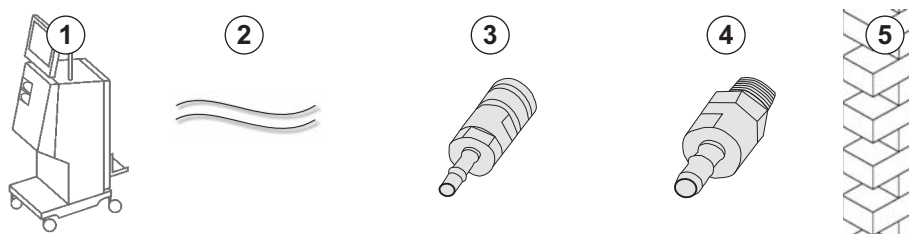

Bild 4-7 Aquaboss-kopplingar för central koncentratförsörjning
- Koncentratkoppling hona (Bild 4-7 , ③ ) (maskinsida) material 1.4529 EPDM
- Koncentratförslutningsnippel hane AISI 316L ( ④ , väggsida), material 1.4529 EPDM
1. Anslut koncentratkoppling hona ③ till den centrala koncentratförsörjningsslangen ② som kommer direkt från maskinen.
2. Anslut koncentratkoppling hona ③ till koncentratförslutningsnippel hane ④ som sitter fast i väggen.